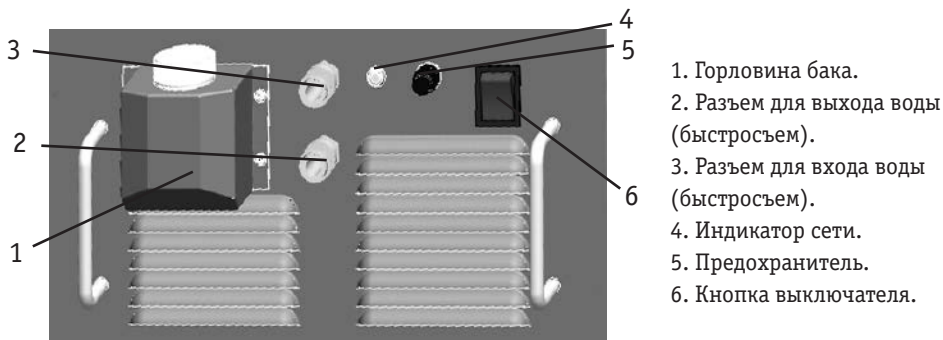

Рис. 1
На **рис. 1** представлен внешний вид кулера.
2. Подключите охлаждаемое устройство (горелку) (1) к подающему устройству (2).
3. Шланги для входа и выхода воды охлаждаемого устройства подсоедините к соответствующим разъемам (7) на теплообменнике.
4. Подсоедините блок охлаждения к сети питания 220 вольт (5).
5. Переведите кнопку выключателя (6) в положение «ВКЛ» (рис. 1), если индикатор сети (4) загорится, то блок охлаждения готов к работе.